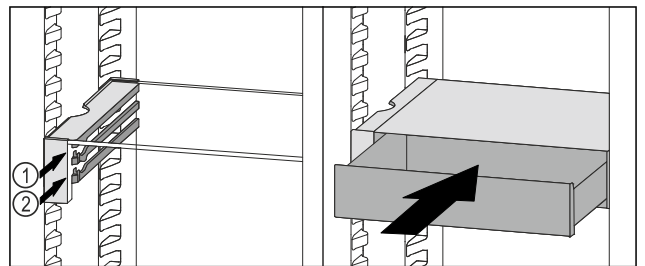

Fig. 99
- ▶ VarioSafe-Schubfach hinter den Stoppere auf gewünschter Rippe Fig. 99 (1) oder Fig. 99 (2) aufsetzen.